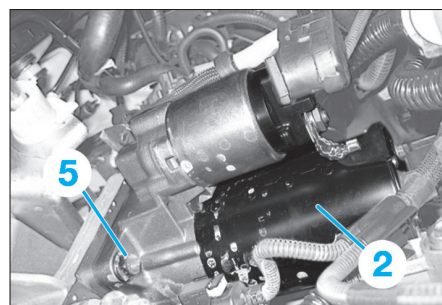

Fig. 14
- déposer la vis inférieure (5) du démarreur (2) (Fig.14),
- sortir le démarreur (2).